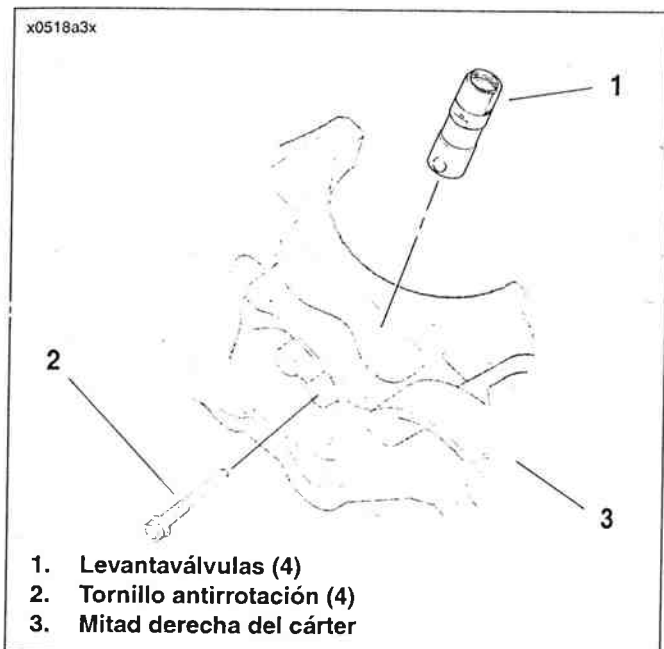

Figura 3-72. Extracción de los levantaválvulas
1. Vea la Figura 3-72. Quite los tornillos antirrotación (2).
2. Haga palanca hacia arriba con un destornillador de hoja fina en la ranura del retenedor en la parte superior del levantaválvulas (1) hasta que se extienda sobre la mitad derecha del cárter (3) y pueda extraerse con la mano.